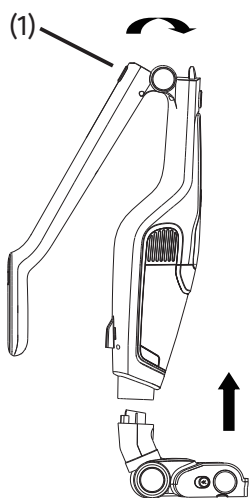
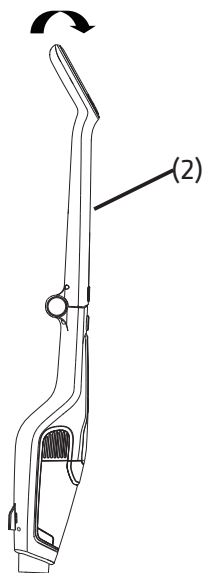

Fig. 3-1a
Fig. 3-1b
För in golvborsten i huvuddelen genom att följa pilen som visas i 3-1a, när frigöringsknappen (1) låser huvuddelen, rotera handtaget (2) så att det förs in i huvuddelen. Om du behöver fälla in handtaget, vrid på handtagets frigöringsknapp (1). (Se Fig. 3-1a/ Fig. 3-1b)